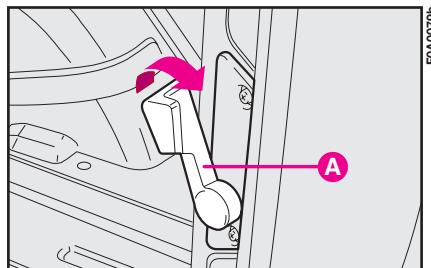

fig. 117
Dopo aver aperto il primo battente tirare la maniglia A-fig. 117 nel senso indicato dalla freccia.
**AVVERTENZA** Utilizzare la maniglia A-fig. 117 solamente nel senso indicato dalla figura.